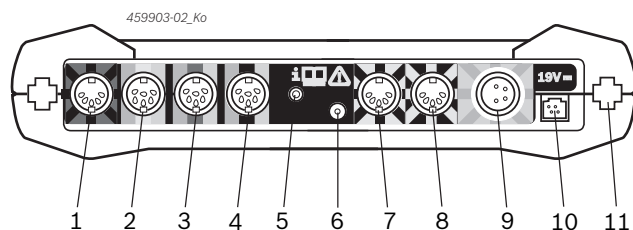

Fig. 2: Aansluitstrook FSA 500 (van onderen)
Aansluiting, zie Fig. 2, Pos. 6.
5. Sensoren op de hiervoor bestemde steekplaatsen van de meeteenheid aansluiten (zie afb.2).